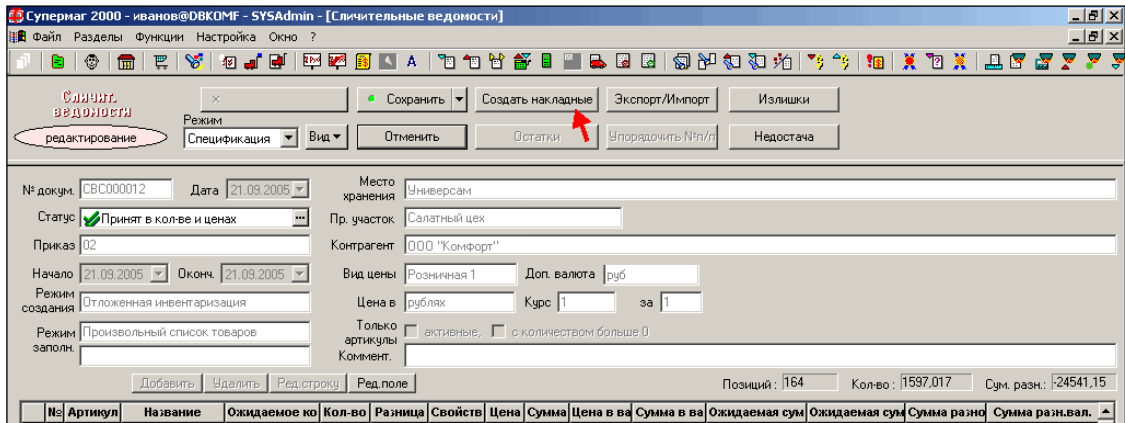

Рисунок 99 – Сличительная ведомость
- в окне документа **Сличительная ведомость** (Рисунок 99) в режиме редактирования в статусе **Принят в количестве и ценах** нажать клавишу **Создать накладные**: